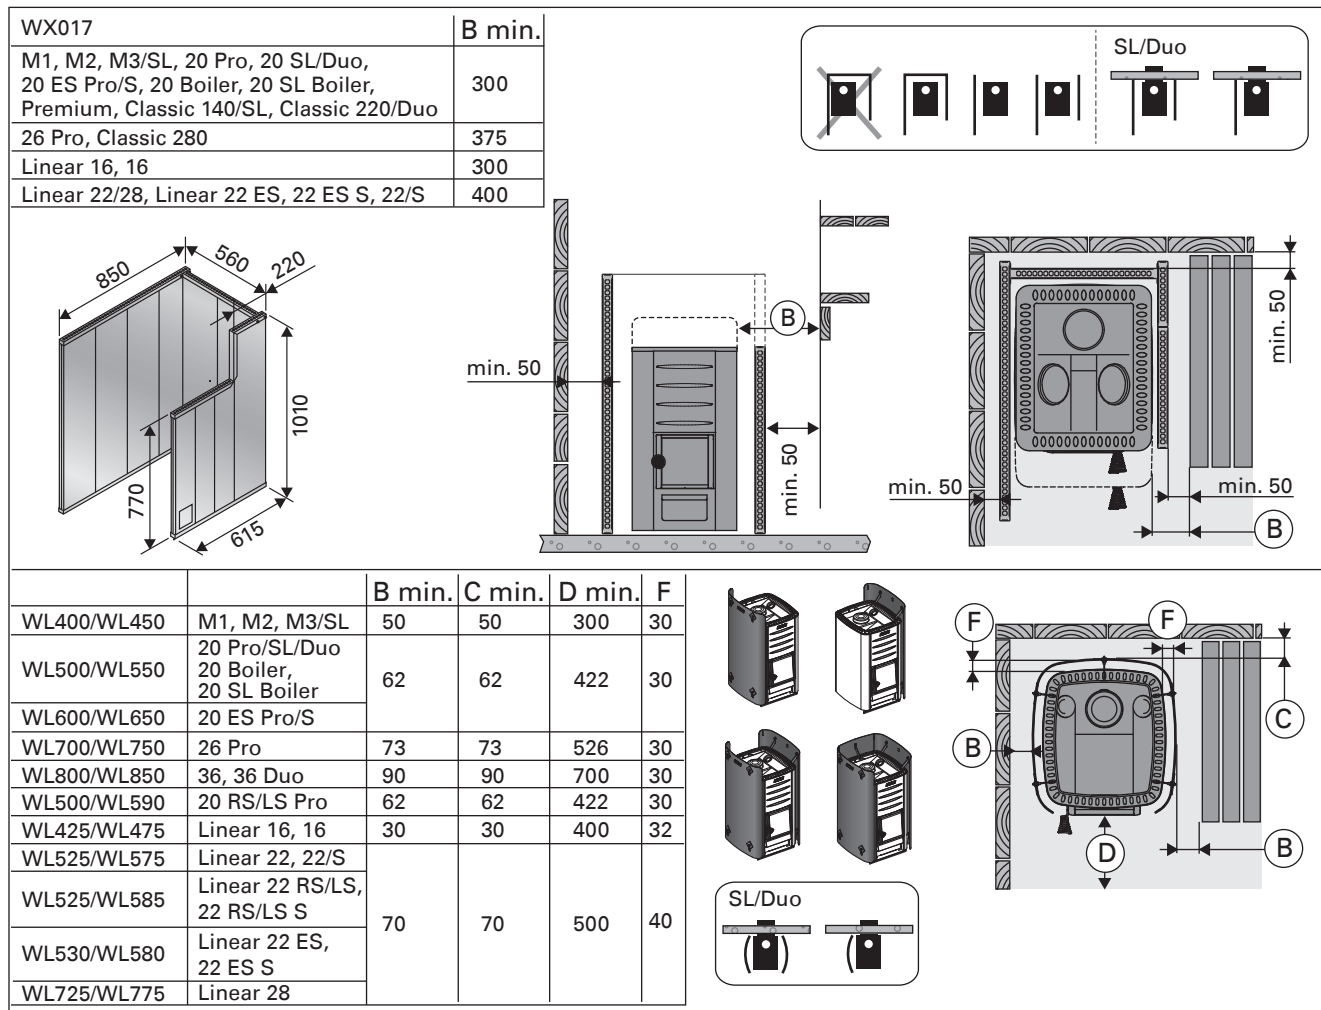

Рисунок 8. Безопасные расстояния с защитными ограждениями (все размеры приведены в миллиметрах)
D. Защитное ограждение Harvia WX017. Рисунок 8.
E. Защитная обшивка WL400-WL775. Рисунок 8.